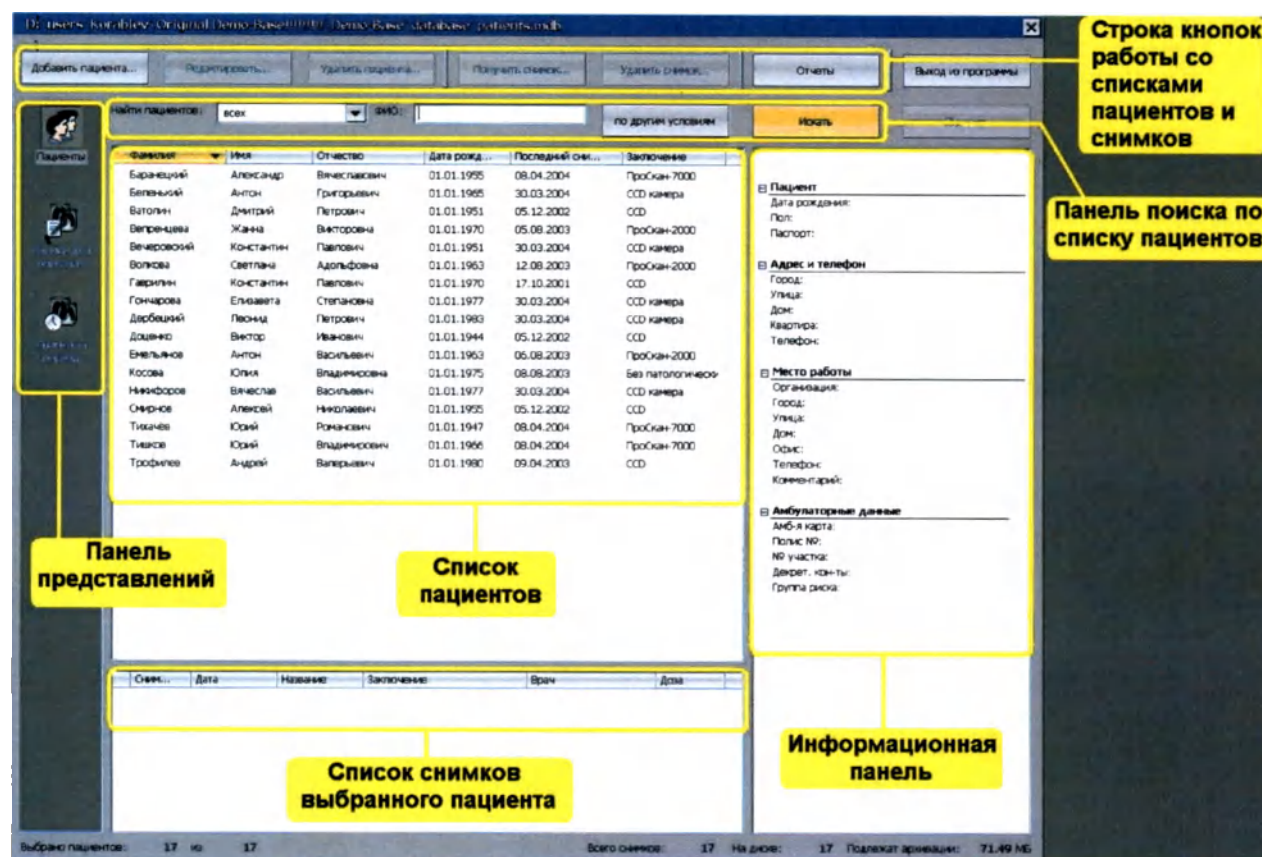

Рисунок 6 - Диалог работы с базой данных пациентов
6.7 На мониторе АРМ1 откроется диалог работы с базой данных пациентов (рис.6), где можно найти или добавить нового пациента.
Чтобы добавить в базу данных запись о новом пациенте, нажать на кнопку «Добавить пациента», расположенную в верхней части окна (рис.6).
Чтобы вернуться к полному списку пациентов, надо нажать кнопку «**Сбросить**» или «**Искать**», расположенные в правом верхнем углу окна работы с базой данных (рис.6).
При этом появится окно работы с базой данных (рис. 6).
6.10 Чтобы завершить работу с программой «ПроГраф», нужно нажать на кнопку «Выход из программы» в окне работы с базой данных (рис.6) или в меню главного окна «Файл» выбрать команду «Выход».